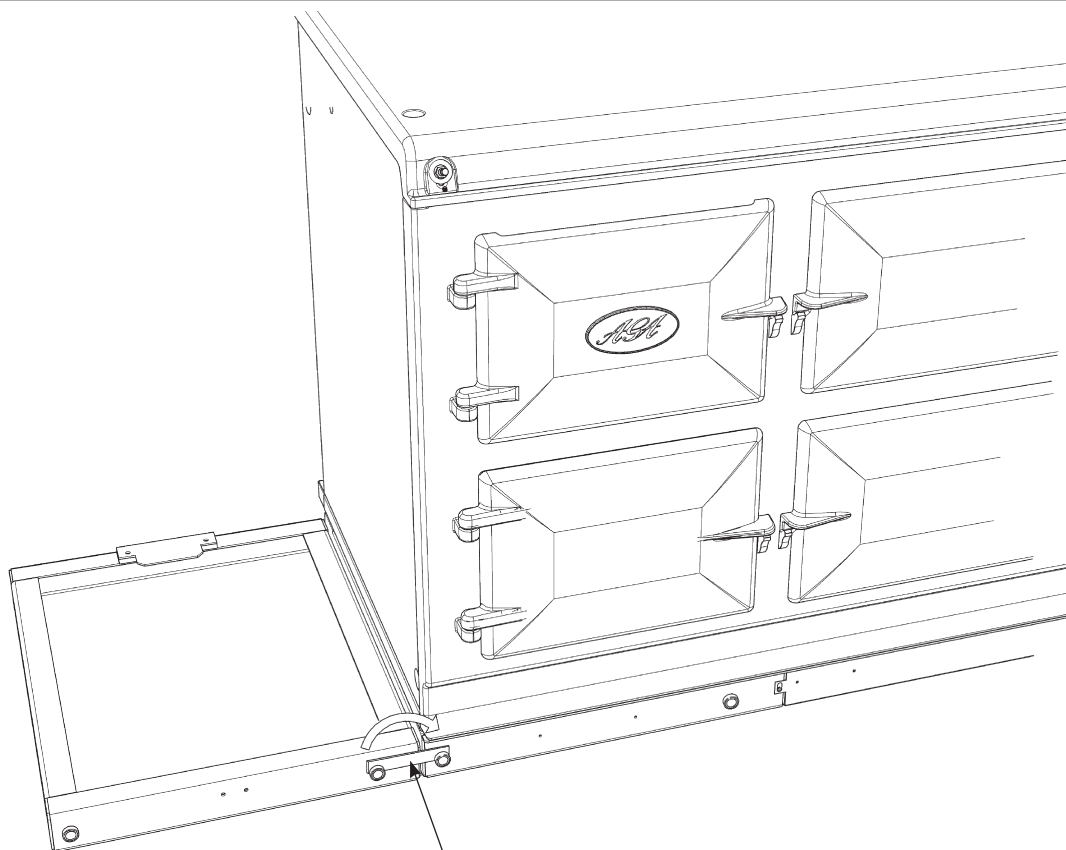

Abb.5.6
5. Nun lässt sich die vordere Verbindungslasche über den beiden Topfmagneten einhängen. Dadurch rasten die beiden Sockel ineinander ein. (**Abb. 5.6**)